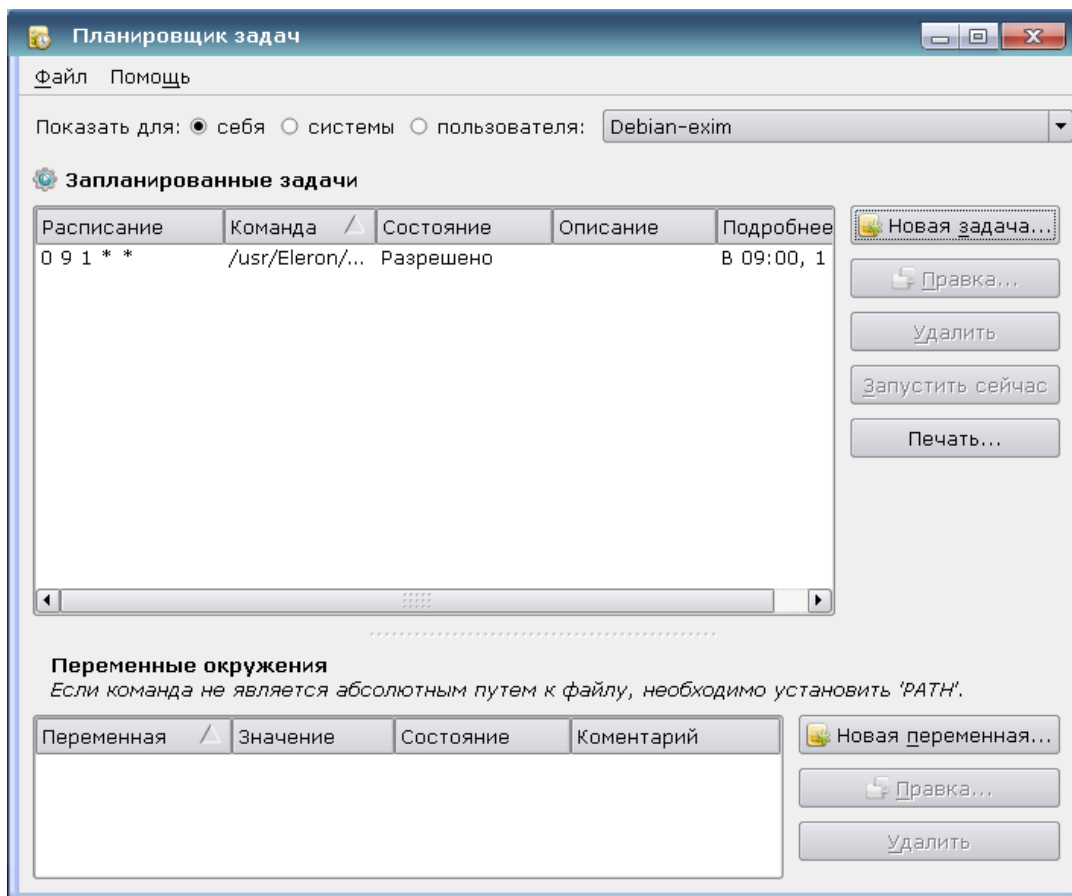

Рис. 158
1) Для запуска планировщика задач в меню «Пуск» выбрать пункт «Панель управления» → «Система» → «Планировщик задач». Откроется окно планировщика задач (Рис. 158).